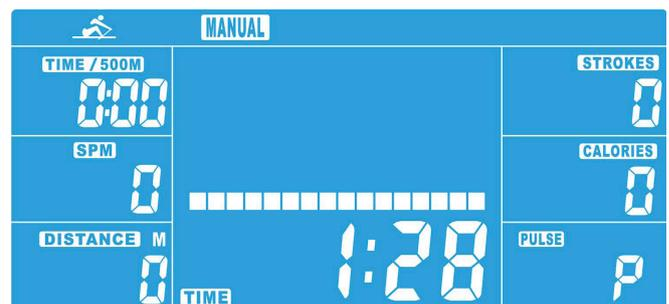

Abbildung 3
3. Montieren Sie die Abdeckung (12) am hinteren Standfuß (13) mit vier Schrauben (72), Unterlegscheiben (81) und Federscheiben (86) – siehe Abbildung 3.
4. Montieren Sie die Laufschiene am Hauptrahmen. Benutzen Sie dafür zwei Unterlegscheiben (78), eine Schraube (84) und eine Hutmutter (55).
4. Drücken Sie START/STOP, um das Training zu beginnen (Abb. 3).